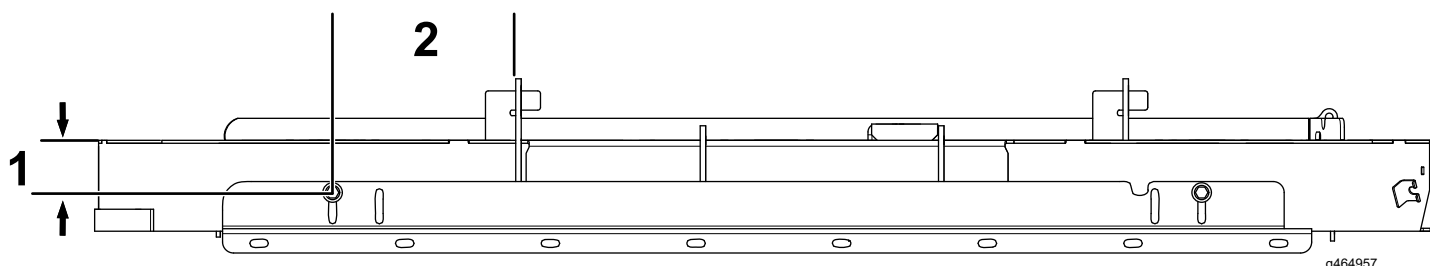

Figura 6
1. Usando la pletina de sujeción como plantilla, perfora 2 taladros (9/32") en la carcasa de corte usando las dimensiones indicadas en la Figura 6.